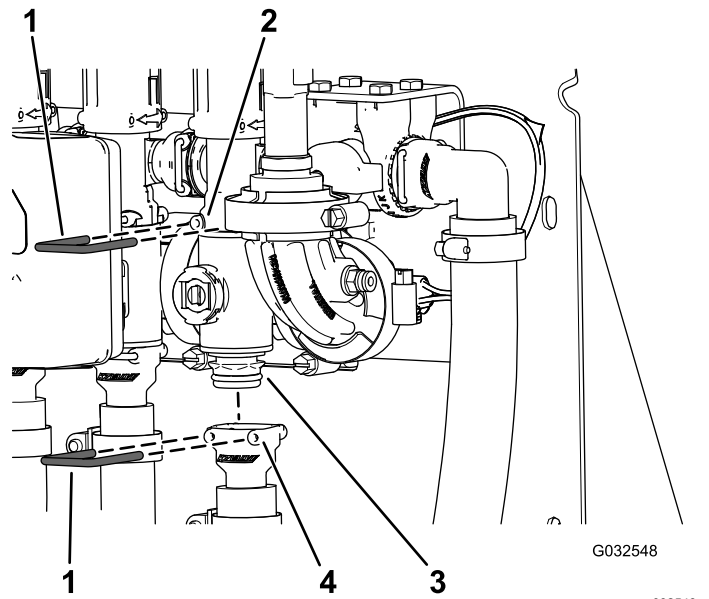

Bild 109
2. Entfernen Sie den Halter, mit dem der Abschnittventilverteiler am Anschlussstück des Sicherheitsventils befestigt ist (Bild 109).